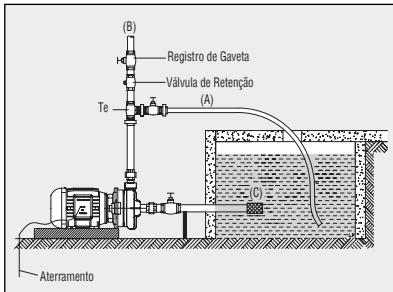

Figura 21 - Instalação Bomba MBV
- ① Bombas para líquidos com sólidos em suspensão, conforme tamanho especificado na Tabela 7.
- ② A Bomba MBV deverá ser instalada afogada, conforme Figura 21.
- ③ A viscosidade do líquido não pode ultrapassar 500 SSU ou 100 cSt (similar ao óleo SAE 40), de acordo com as especificações técnicas do líquido.
- ④ Para o correto funcionamento da bomba, quando bombeando água com sólidos em suspensão, recomendamos colocar um Te no bocal de recalque: em uma das extremidades, conecte um registro e acople uma mangueira (item A da Figura 21), direcionando-a de volta ao local de sucção para misturar as partículas ao líquido a ser bombeado, e na outra extremidade, a tubulação de recalque (item B da Figura 21). Cuide para que a mangueira de recirculação fique afastada da tubulação de sucção, evitando desta maneira, a formação de bolhas de ar. Instale, também, um pré-filtro (tipo cesto) (item C da Figura 21), a fim de